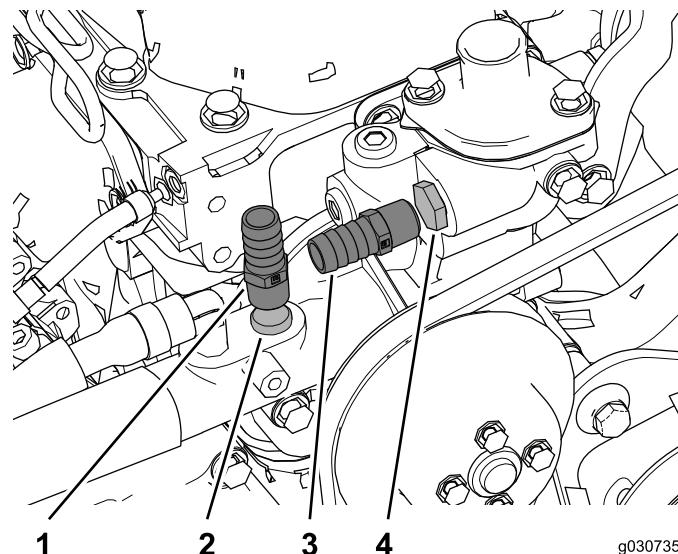

Figura 37
2. Retire los tapones de las mangueras de suministro y retorno del calentador del motor e instale los acoplamientos dentados (3/8 NPT x 0,625), según se muestra en Figura 37.